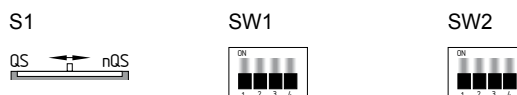

Fig. 4
### Ajuste do tempo (ver Fig. 4 e 5)
- Os interruptores DIP encontram-se embaixo do painel frontal do módulo (ver Fig. 4 e 5).
### Ajuste do interruptor (ver Fig. 4)